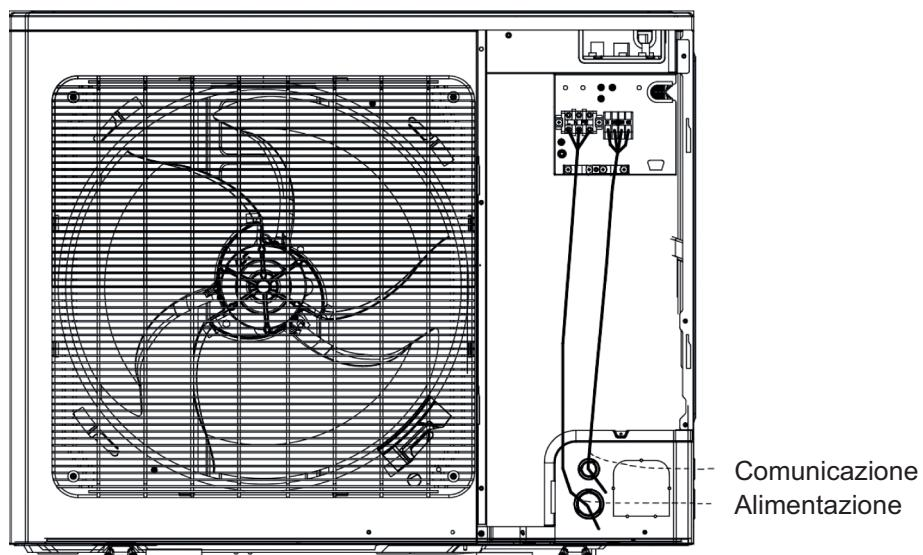

Fig. 25 Cablaggio di M-VMC-OV-80-NG, M-VMC-OV-100-NG, M-VMC-OV-121.NG
- (1) Per il cablaggio, fare riferimento alle Fig. 25 e 26. Se è presente il foro per la fascetta, fissare il cavo con la fascetta. Collegare il cavo di alimentazione e il cavo di comunicazione alla morsettiera corrispondente e alla vite di Terra sulla base dello schema elettrico.
- (2) Fare attenzione a che il cablaggio non sia in contatto con la tubazione e con l'apparecchio.
- (3) Le immagini riportate sono solo indicative per i cavi di alimentazione e di comunicazione. In caso di differenze tra le Figure e il Prodotto reale, fare riferimento al Prodotto reale.
- (4) Per il cablaggio elettrico, fare riferimento allo schema elettrico fornito con l'Unità.